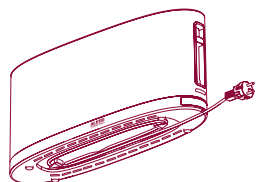

Fig. 2
- Zet het broodrooster op een vlakke ondergrond, uit de buurt van ontvlambare materialen. Regel de lengte van het netsnoer die nodig is om het stopcontact te bereiken met behulp van de snoerwikkelaar onder het broodrooster (fig. 2). Steek de stekker in het stopcontact.